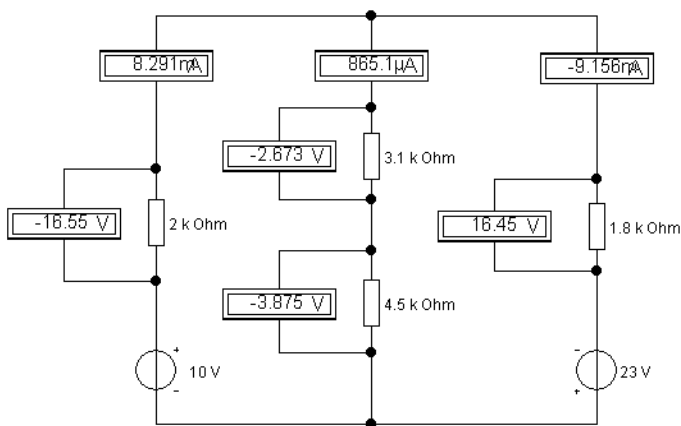

Рис. 5. Измерение напряжений и токов в сложной электрической цепи
1. Собрать электрическую цепь, показанную на рис. 5. Измерить падение напряжения на резисторах и токи в ветвях.